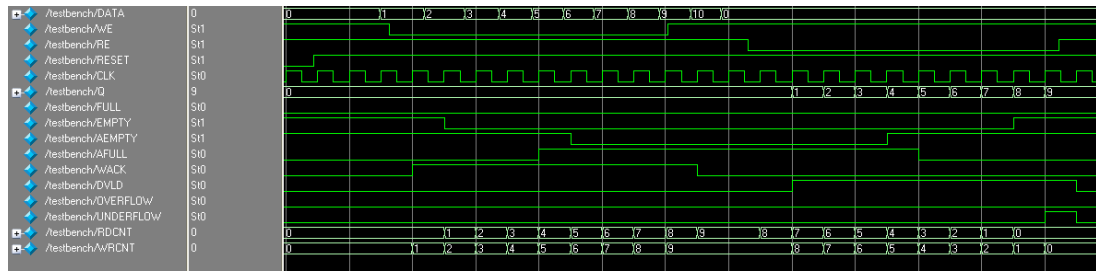

图 19 读写数据过程
- EMPTY: 它和读时钟同步, 从图 19 看出, 它将在 RDCNT 开始计数的时候低无效;